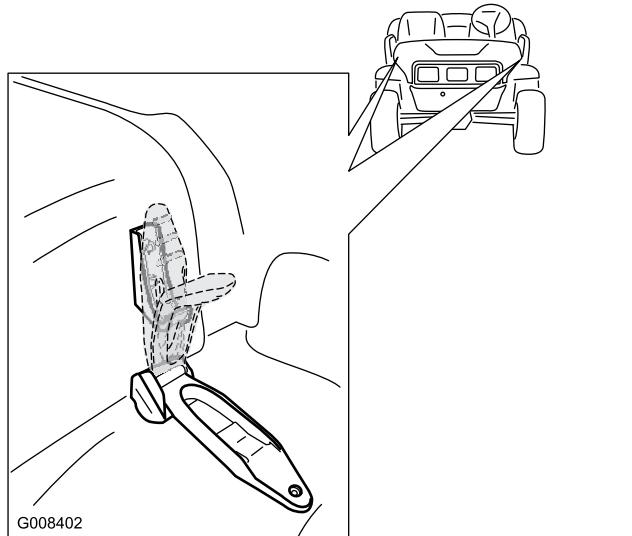

Figura 22
1. Eleve a pega dos trincos de borracha de cada lado do capot (Figura 22).
2. Segure no capot alinhando os trincos de borracha com as bordas do trinco em cada lado do capot (Figura 22).